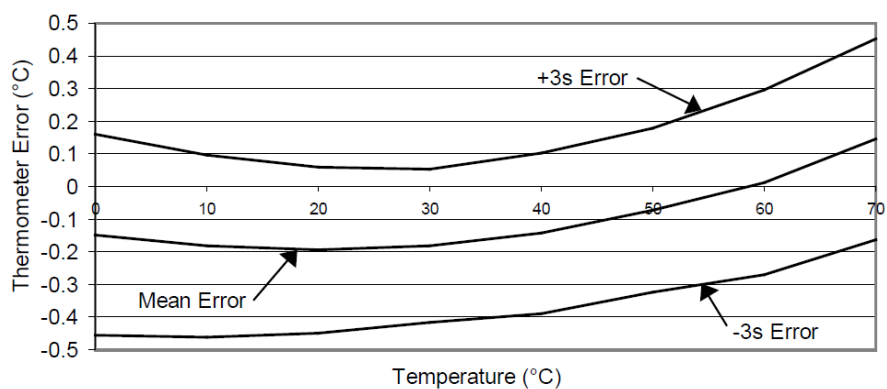

图 17. 典型的特性曲线
3) 典型曲线见图17。
- 1) 典型的特性曲线见图17。